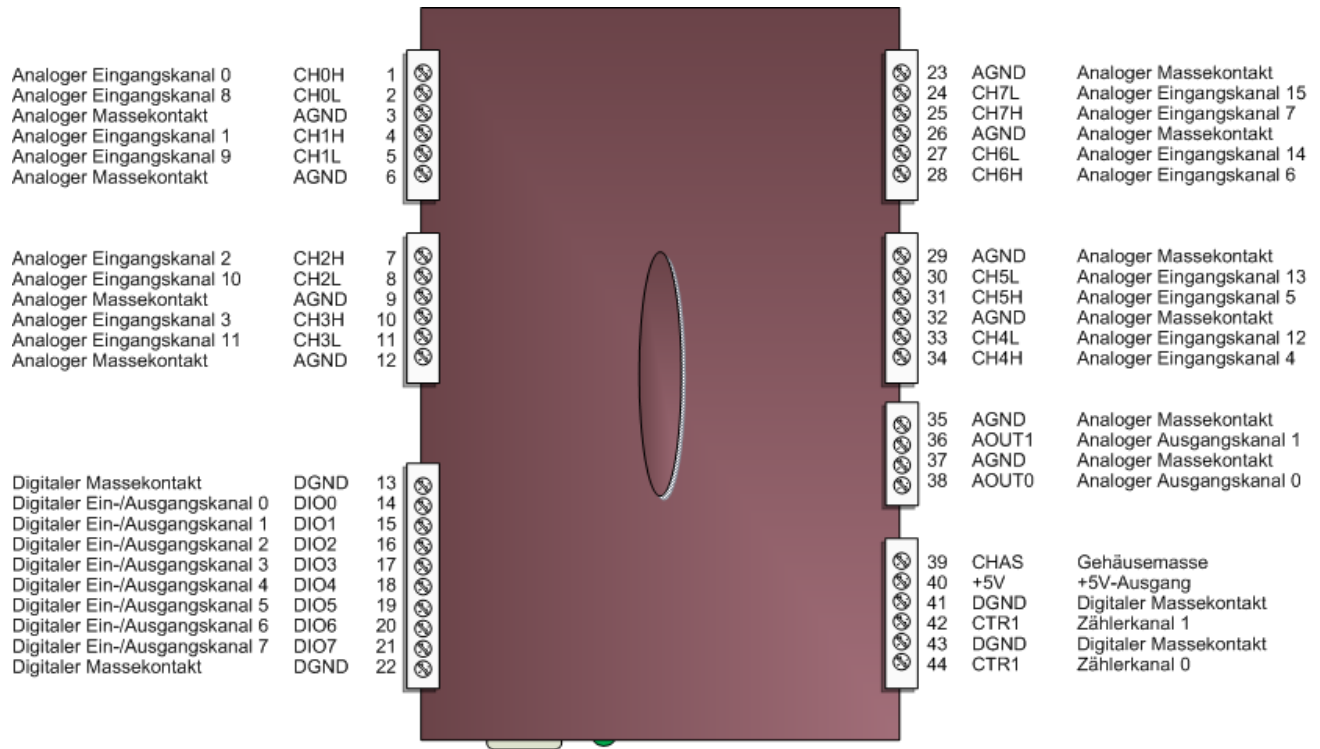

Abb. 4. Anschlussbelegung im single-ended Modus
- 16 single-ended (CH0 bis CH15 - siehe Abbildung 4) oder 8 differentielle (CH0H/CH0L bis CH7H/CH7L) analoge Eingänge
Die Position der single-ended Eingänge entnehmen Sie bitte Abbildung 4 auf Seite 11.